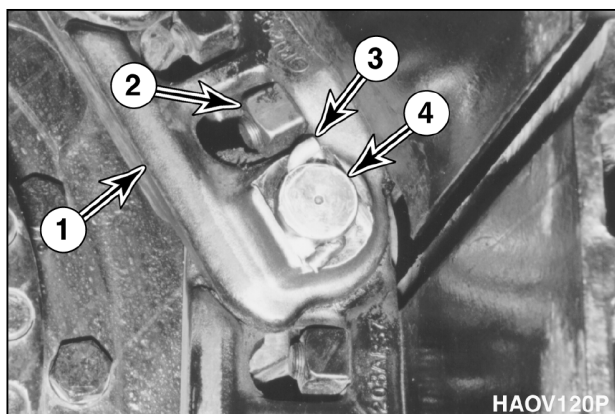

Рис. 13
3. Переместите машину так, чтобы замыкающее звено (1, рис. 13) оказалось приблизительно на 10 часов от верхнего положения на ходовой коробке передач.
4. Снимите четыре гайки и болта (2, рис. 13), удерживая звено на башмаке. Снимите достаточно башмаков для обеспечения легкого доступа к чеке.
ПРИМЕЧАНИЕ: Установите блок для поддержания башмаков, чтобы после снятия главного пальца (4, рис. 13) гусеница не упала.
5. Выпрямите фиксатор – чеку (3, рис.13) и извлеките ее из главного пальца (4). Выбросьте чеку.